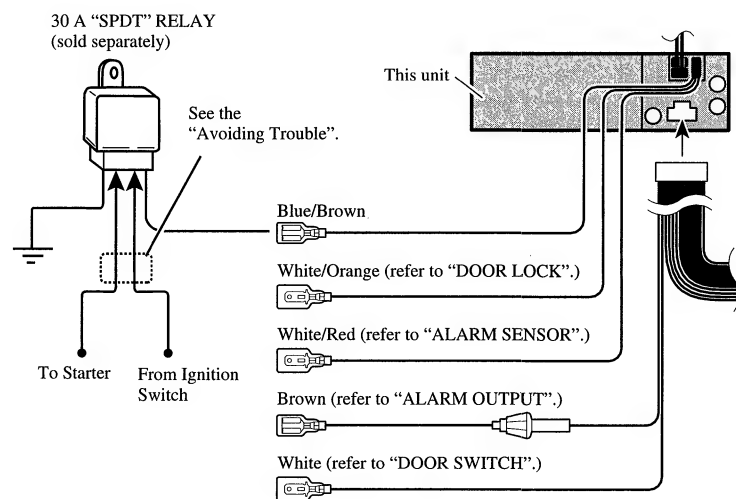

Fig. 36
■ Blue/Brown (STARTER CUT-OFF) (Fig. 36)